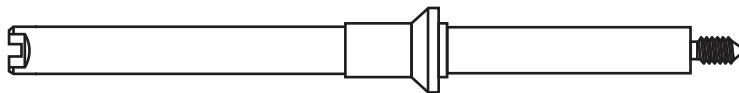

Figura 13 Poste de montaje (G4513-20561)
- 7 Instale el poste de montaje del inyector (G4513-20561, Figura 13) en la conexión roscada de la cubierta del inyector del GC. Si utiliza el poste erróneo (por ejemplo el poste de montaje del ALS 7683B) el inyector no funcionará. El poste de montaje suministrado en este kit sólo es compatible con el inyector G4513A.